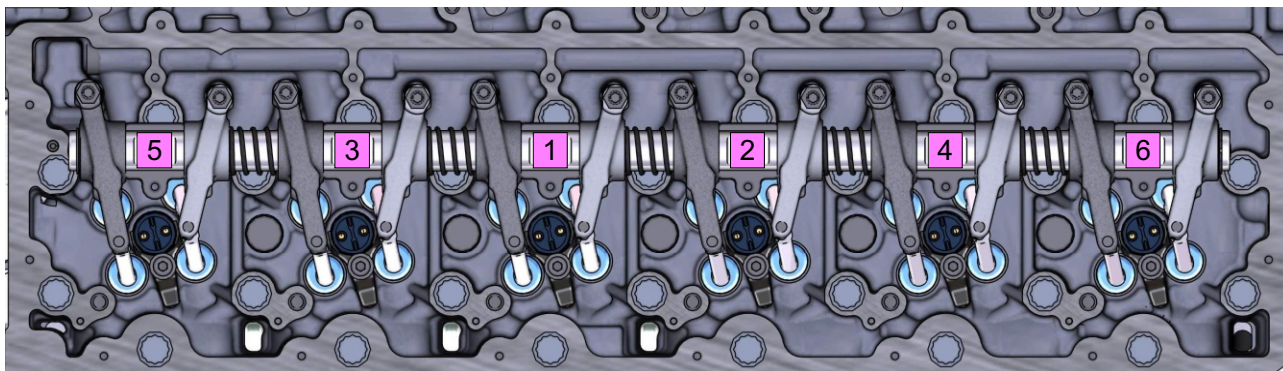

Рисунок 3 Порядок затяжки болтов крепления оси коромысел - 1 этап
- 4 Ввернуть болты (3) М10-6х75-10.9 крепления оси коромысел в отверстия головки цилиндров предварительно от руки.
- начиная с середины, последовательно перемещаясь в обе стороны, затянуть моментом  $M_{кр}=20-30$  Н м (см. рисунок 3);